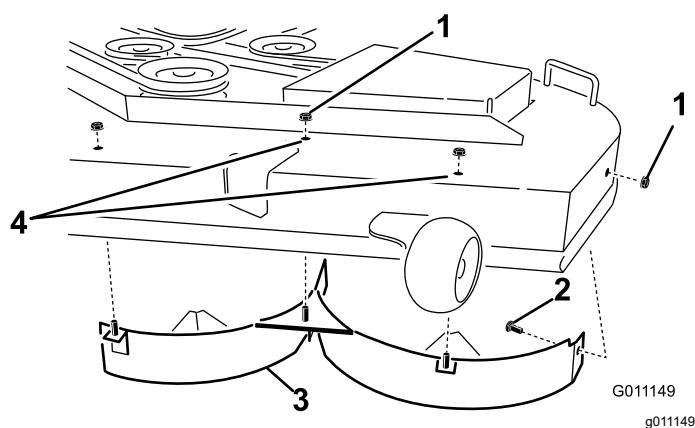

Figure 17
4. Retirez les 3 contre-écrous (5/16") fixés aux montants soudés du déflecteur gauche au sommet du plateau de coupe, au centre, à gauche du centre et à gauche (Figure 17).
5. Sur la paroi latérale du plateau de coupe, retirez le boulon de carrosserie et le contre-écrou qui fixent le déflecteur gauche au plateau (Figure 17).
6. Déposez le déflecteur gauche du plateau de coupe (Figure 17).
7. Localisez les 2 boulons dans les pièces détachées et insérez-les, avec les contre-écrous existants, dans les trous du plateau de coupe (voir Figure 17) pour éviter la projection de débris.